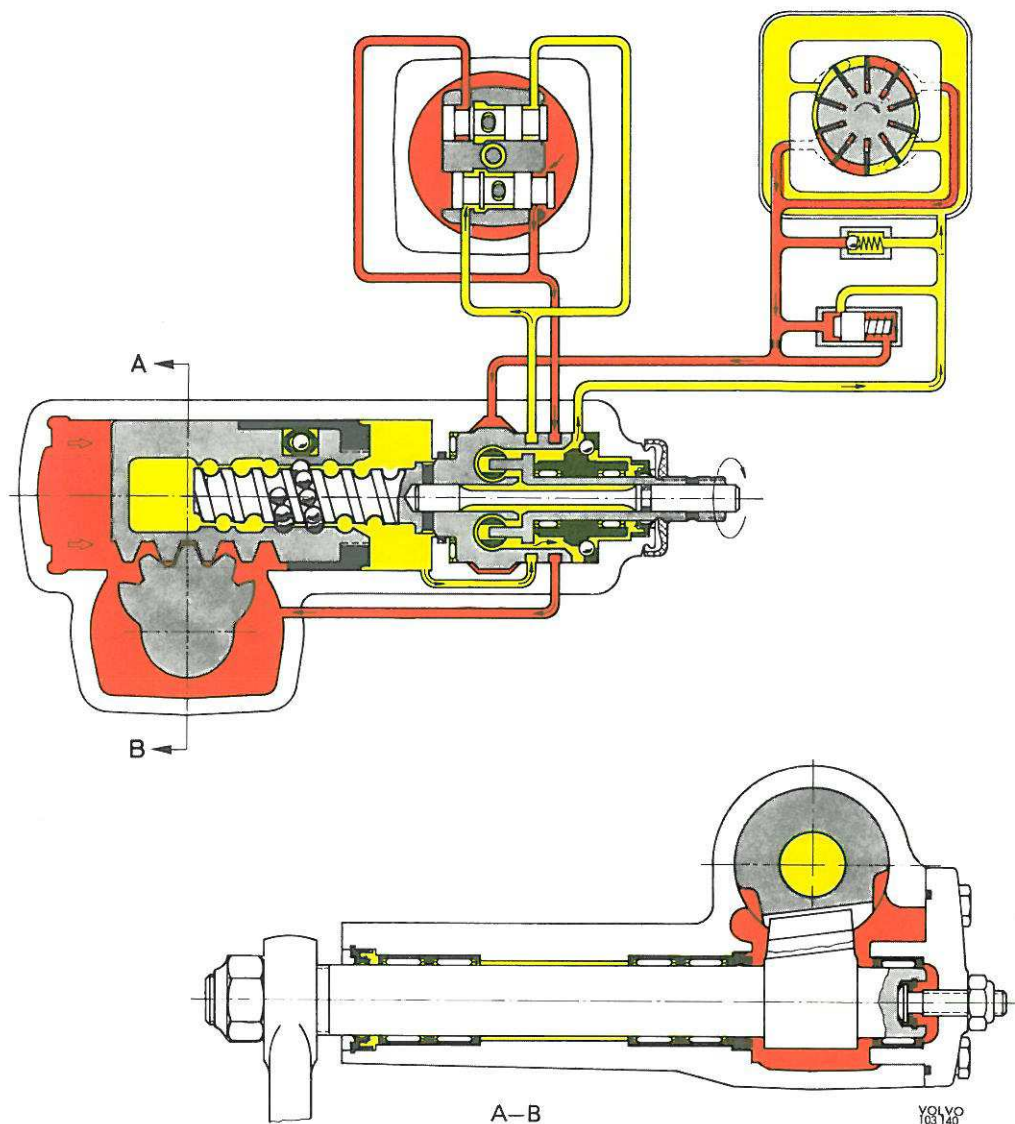

Figure 47. Principe de fonctionnement, virage à droite
L'axe porte-secteur (20) est monté dans le boîtier et le couvercle latéral sur des roulements à aiguilles, figure 47. L'étanchéité entre le carter de soupapes (distributeur d'huile) et la partie supérieure du boîtier de direction, ainsi qu'entre la pièce intermédiaire et la vis sans fin de direction est assurée par des joints toriques et des joints plastiques.
diminuent, les soupapes de commande reviennent en position neutre, sous l'action de la barre de torsion. Dans un virage à droite (figure 47), le piston (2) est vissé vers la droite de la figure. La soupape de commande (10) est repoussée vers la droite et permet à l'huile sous pression de passer dans la gorge annulaire (18) du distributeur d'huile, ensuite vers la partie gauche du cylindre. L'huile sous pression se dirige également vers la rainure de sortie (7) qui est toutefois fermée, ce qui augmente la pression d'huile sur la partie gauche du piston (2) et facilite le pivotement de l'axe porte-secteur. L'huile se trouvant dans la partie droite du cylindre est refoulée par le piston à travers la gorge annulaire (19), la rainure de sortie (6) de la soupape de commande (10) pour retourner au réservoir (13).